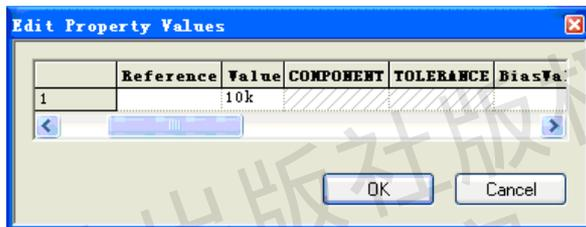

图 2-32 同时修改多个元素的同一种属性参数
② 单击右键，从快捷菜单中选择 Edit，将出现图 2-32 所示对话框。
在相关的属性参数名下方的单元格中进入数值。如果选中的是几个电阻，并且需要将这几个电阻的阻值均修改为 10k，则在 Value 下方单元格键入 10k，如图 2-32 所示。